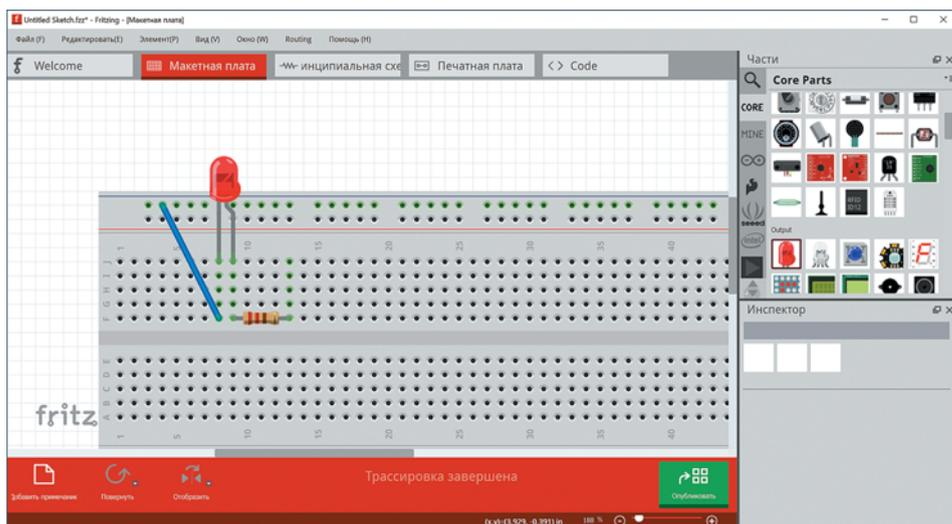

Рис. 3.8. Платформа виртуального прототипирования Fritzting
1. *Fritzing* — платформа виртуального прототипирования (<http://fritzing.org/home/>; рис. 3.8). Она доступна для Windows, Linux и Mac OS. На этой платформе можно собирать виртуальный прототип и получать принципиальные схемы ваших проектов, а также основу кода для их управления. Процесс прототипирования состоит в перемещении моделей на рабочее пространство и подключении их к макетной плате.